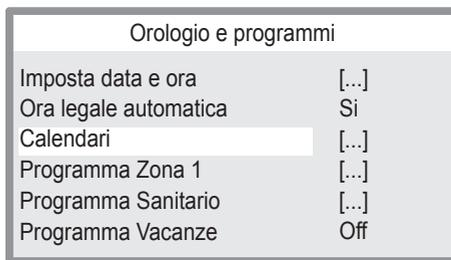

Figura 2.13
- Premere il tasto 15 (Figura 2.10) per accedere al menu selezionato (Figura 2.13).